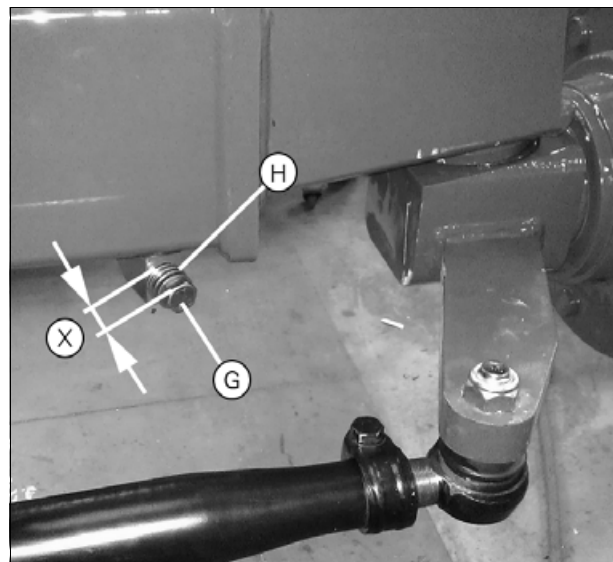

Рис. 15.
- В случае стандартного заднего моста вставьте дополнительные проставки (H) под стопорный винт (G) - (рис. 15)